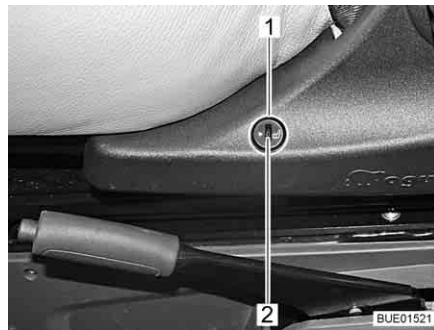

Bild 28 Brytare för stolsvärme
- Tryck på den undre delen av reglaget (Bild 28,1) på stolkonsolens vänstra sida.
- För att sänka värmen vrider du inställningsratten (Bild 28,2) i riktning "0".
- För att höja värmen vrider du inställningsratten (Bild 28,2) i riktning "5".
- Tryck på den övre delen av reglaget (Bild 28,1) på stolkonsolens vänstra sida.